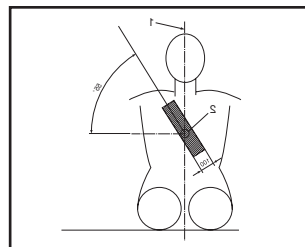

Abbildung 5
### Kopfstütze abnehmen (siehe Abb. 5)\*
- Der diagonale Gurt muss, wie in Abbildung 5 zu sehen ist, über Schulter und Brust laufen.